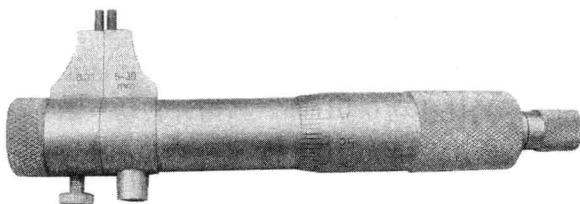

图 1-14 普通式内径千分尺
- (1) 普通式内径千分尺 如图 1-14 所示，其构造特点是有两个卡爪，分别与固定套筒